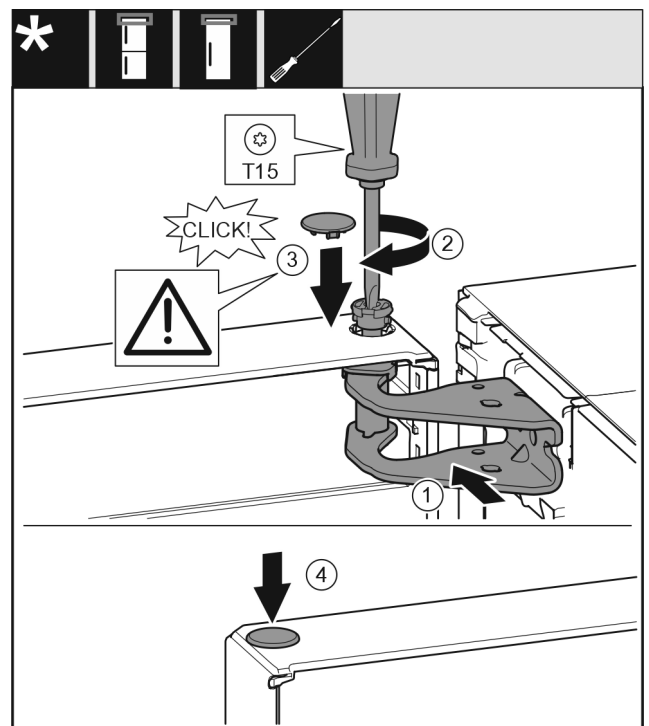

Fig. 22
- ▶ Tür oben zur Öffnung im Lagerbock ausrichten. Fig. 22 (1)
- ▶ Bolzen einsetzen und mit Schraubendreher T15 festschrauben. Fig. 22 (2)
- Sicherungsabdeckung zur Sicherung der Tür montieren: Sicherungsabdeckung einsetzen und Kontrollieren ob sie auf der Tür aufliegt. Ansonsten Bolzen vollständig einsetzen. Fig. 22 (3)
- Stopfen einsetzen. Fig. 22 (4)